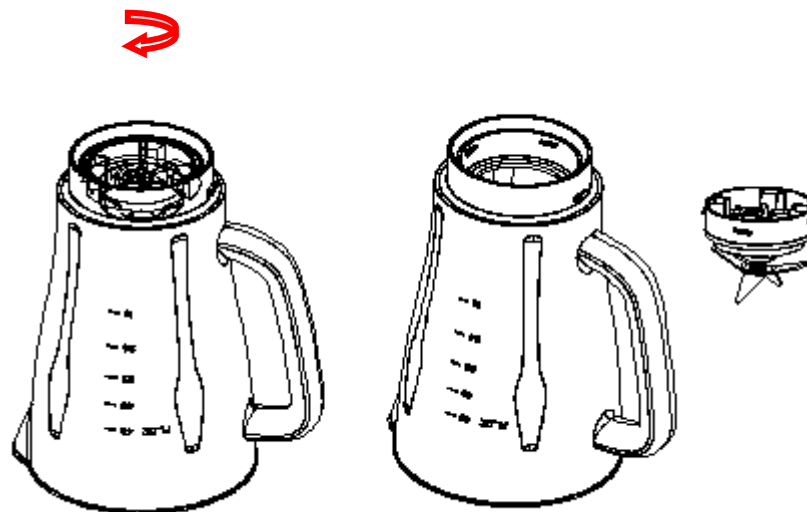

Fig.8
4. Desmonte todas as peças removíveis. Levante o frasco do motor para separar o conjunto da lâmina, girando-o no sentido dos ponteiros do relógio, no fundo da base do frasco e remova o anel de vedação 2 e o conjunto da lâmina (veja fig.8). Além disso, retire o anel de vedação 1 da tampa da jarra.